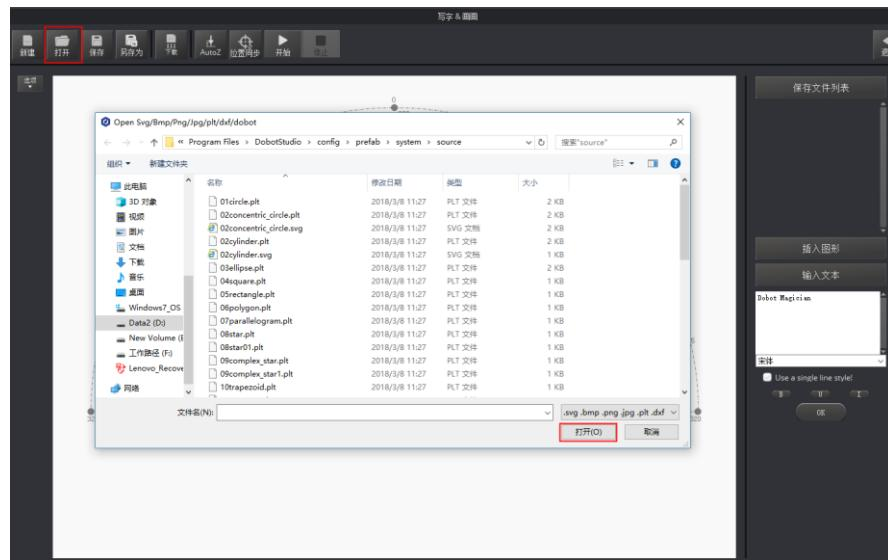
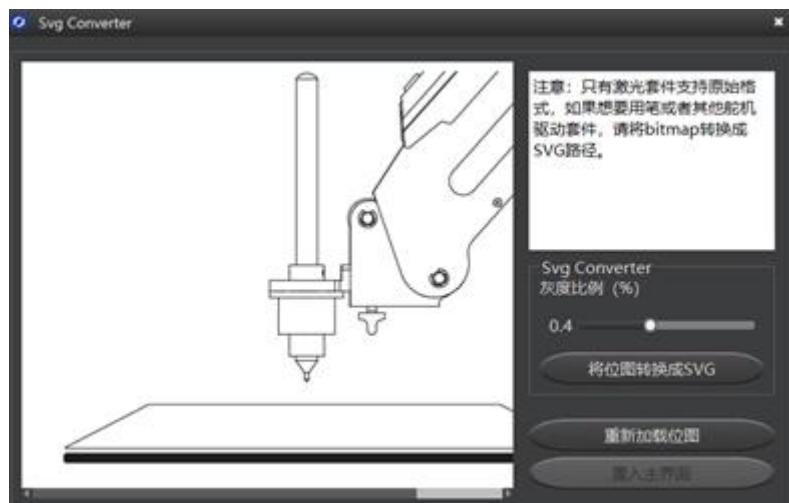

图 5.72 导入图片
图 5.73 转换位图
- 单击“打开”导入图片，比如BMP、JPEG和PNG，将其转换成DobotStudio可识别的SVG文件。如图 5.72 所示。打开图片后，设置好合适的灰度比例，单击“将位图转换成SVG”，自动生成SVG文件，然后单击“置入主界面”可将生成的文件载入写字画画主界面。如图 5.73 所示。